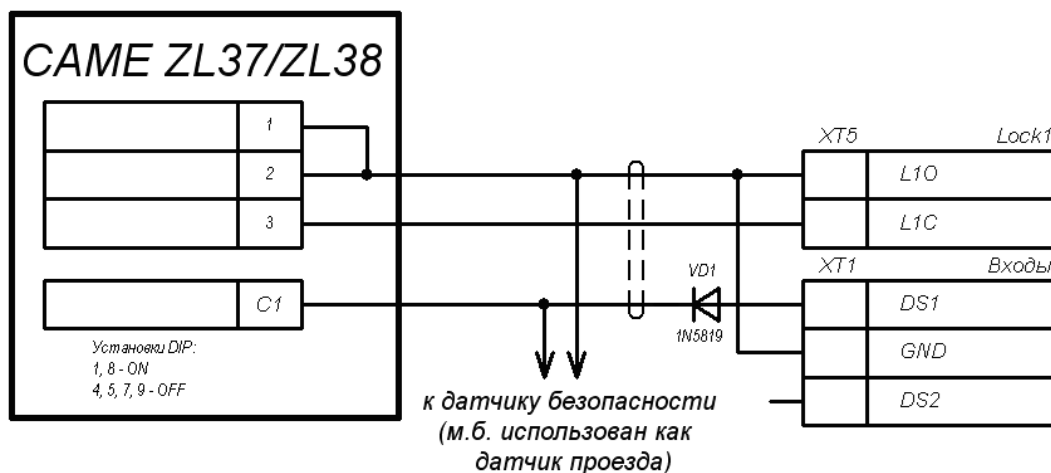

Рисунок 6. Схема подключения шлагбаума CAME с блоками управления ZL37/ZL38 к контроллеру автотранспортной проходной
- Схема подключения шлагбаума CAME с блоками управления ZL37/ZL38 представлена на рис. 6.